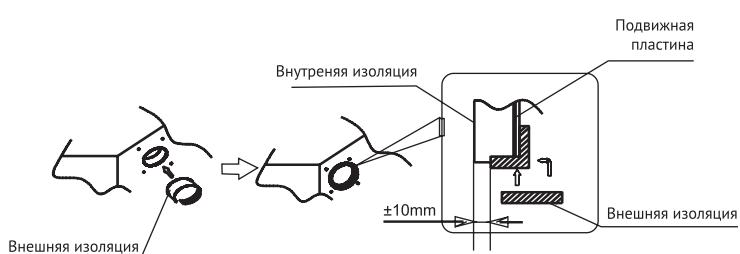

рис. 6-5
- Термоизоляция должна плотно прилегать к краям отверстия в боковой панели и к внутреннему слою теплоизоляции (см. рис. 6-5).